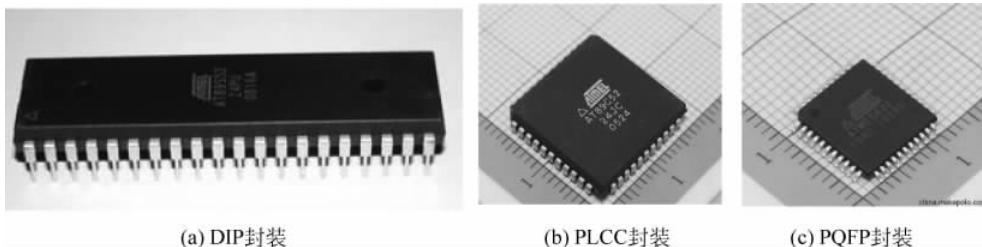

图 3.1 单片机的封装形式
(1) DIP(Double In-line Package)，双列直插式封装。插装型封装之一，引脚从封装两侧引出。封装材料有塑料和陶瓷两种。DIP是最普及的插装型封装，应用范围包括标准逻辑IC、存储器LSI、微机电路等。DIP单片机封装如图3.1(a)所示。
(2) PLCC(Plastic Leaded Chip Carrier)，塑封方形引脚插入式封装，外形呈正方形，四周都有引脚，引脚向内折起，外形尺寸比DIP封装小得多，可将引脚直接插入到对应的标准插座内。PLCC封装适合用SMT表面安装技术在PCB上安装布线，具有外形尺寸小、可靠
性高的优点。PLCC 单片机封装如图 3.1(b)所示。
(3) PQFP(Plastic Quad Flat Package),塑封方形引脚贴片式封装,外形呈正方形,四周都有引脚,引脚向外侧伸展,可直接将引脚敷贴在印刷板上焊牢。此封装要用贴片机焊接。PQFP 封装的芯片引脚之间距离很小,引脚很细,一般大规模或超大规模集成电路采用这种封装形式。PQFP 单片机封装如图 3.1(c)所示。